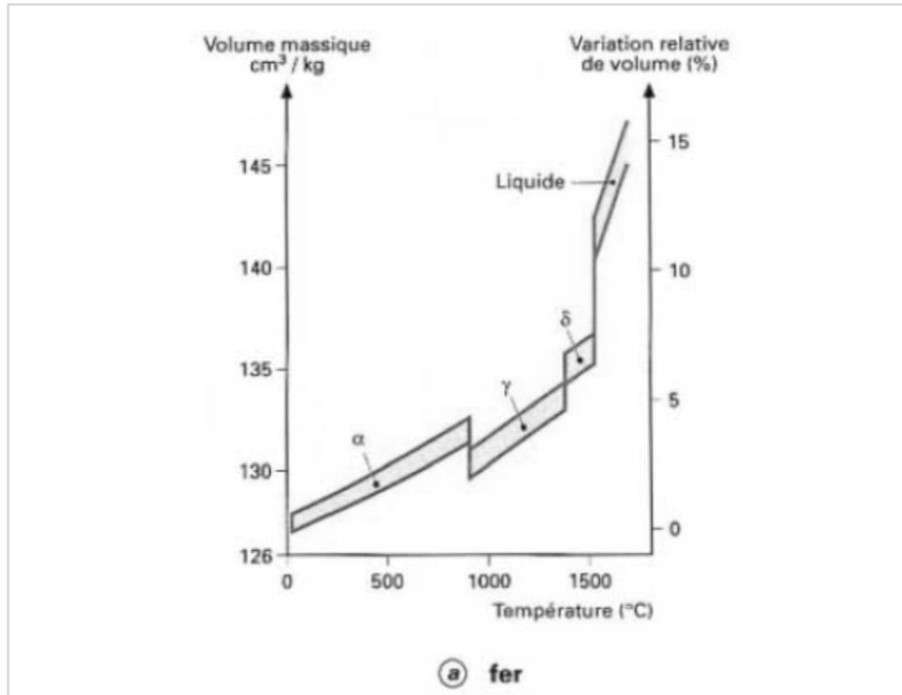

Figure 1. Evolution du volume massique du fer en fonction de la température
1. Sur la figure 1, à quoi correspondent les symboles α , δ et γ ?